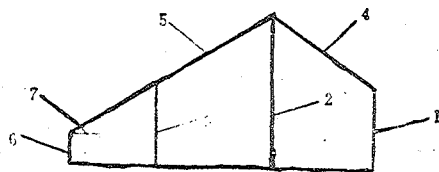

图4 单斜面立窗温室
**单斜面立窗温室** 单斜面立窗温室是在单斜面温室的一面坡玻璃面下，支起60厘米高的地窗（见图4），使玻璃斜面前沿抬高，方便管理，增加了前沿土地利用率，消灭了温室中的低温死角。立窗角度在60—90度之间，玻璃面倾斜角度在30度以下。这种温室的优点是早春采光好，后期温室的温度较一面坡温室低。通风、降温容易控制，最低温度能保持在10℃左右，最高温度可达30℃。这种温室用两个炉子取暖，属中温温室型。主要用于春季生产黄瓜或育苗。